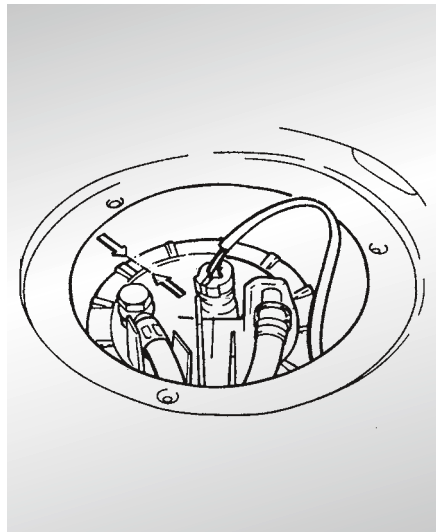

Abb. 2
- Pfeil-Markierung auf Flansch und Tank beachten Abb. 2.